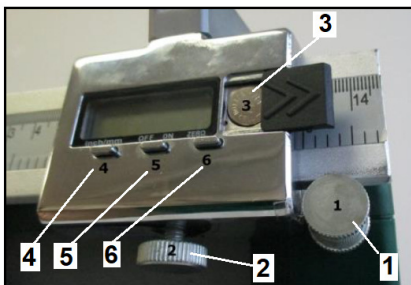

Рис. 6
Установите батарейку (3) (Рис.6).